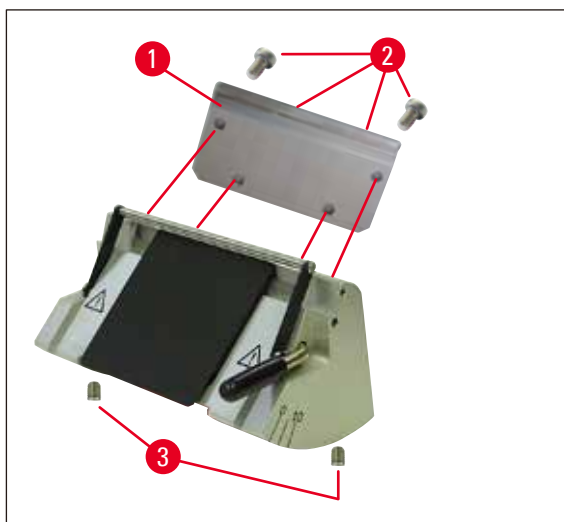
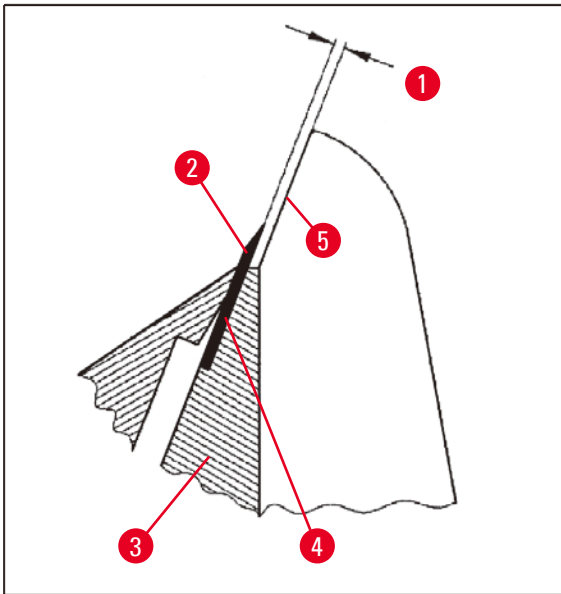

图 34
图 35
- 进行安装时，请确定压板 (→ 图 40-4) 的上沿与后压板 (→ 图 40-2) 的上沿平行且高度相同 (另请参见 (→ 第 43 页 – 图 34)，(→ 第 44 页 – 图 35))。如果需要，调整压板 (→ 第 47 页 – 5.9.10 概述 – 附件)。